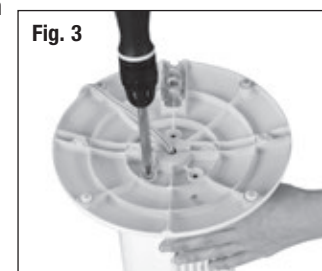

Fig. 3
- À l'aide des 3 vis (M5 x 12) et d'un tournevis à pointe cruciforme (⊗), fixer solidement la base à la partie inférieure du boîtier du ventilateur en alignant les 3 trous de vis de la base et les 3 trous de vis sous le boîtier du ventilateur (Fig. 3).